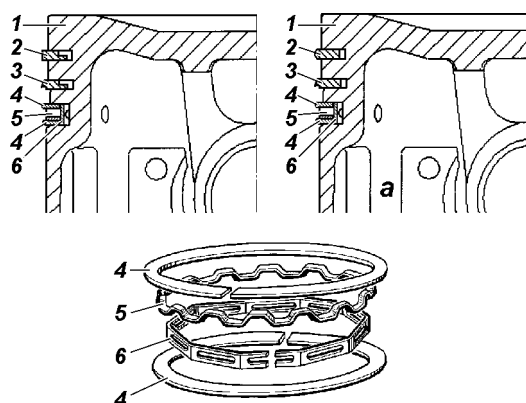

Рис. 4.84. Установка колец на поршне:
На внутренних цилиндрических поверхностях обоих компрессионных колец предусмотрены проточки, за счет которых кольца после установки их в рабочее положение несколько вывертываются (рис. 4.84а). Это улучшает и ускоряет их приработку к цилиндрам. Кольца необходимо устанавливать на поршень проточками вверх, в сторону днища.
-верхнее кольцо может иметь бочкообразный профиль наружной поверхности (см. рис. 4.84). При этом, проточка на внутренней цилиндрической поверхности кольца отсутствует, а положение при установке кольца в канавку поршня безразлично;